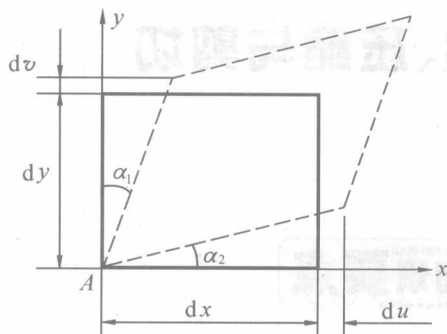

图 1-8
4. 如图 1-8 所示为从构件内 A 点处取出的单元体, 构件受力后单元体的位置用虚线表示, 则称  $du/dx$  为\_\_\_\_\_,  $dv/dy$  为\_\_\_\_\_,  $(\alpha_1 + \alpha_2)$  为\_\_\_\_\_。